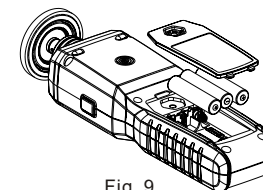

Fig. 9
- El producto funciona con tres baterías AAA de 1.5V. Consulte la Fig. 9 para instalar o reemplazar las baterías.